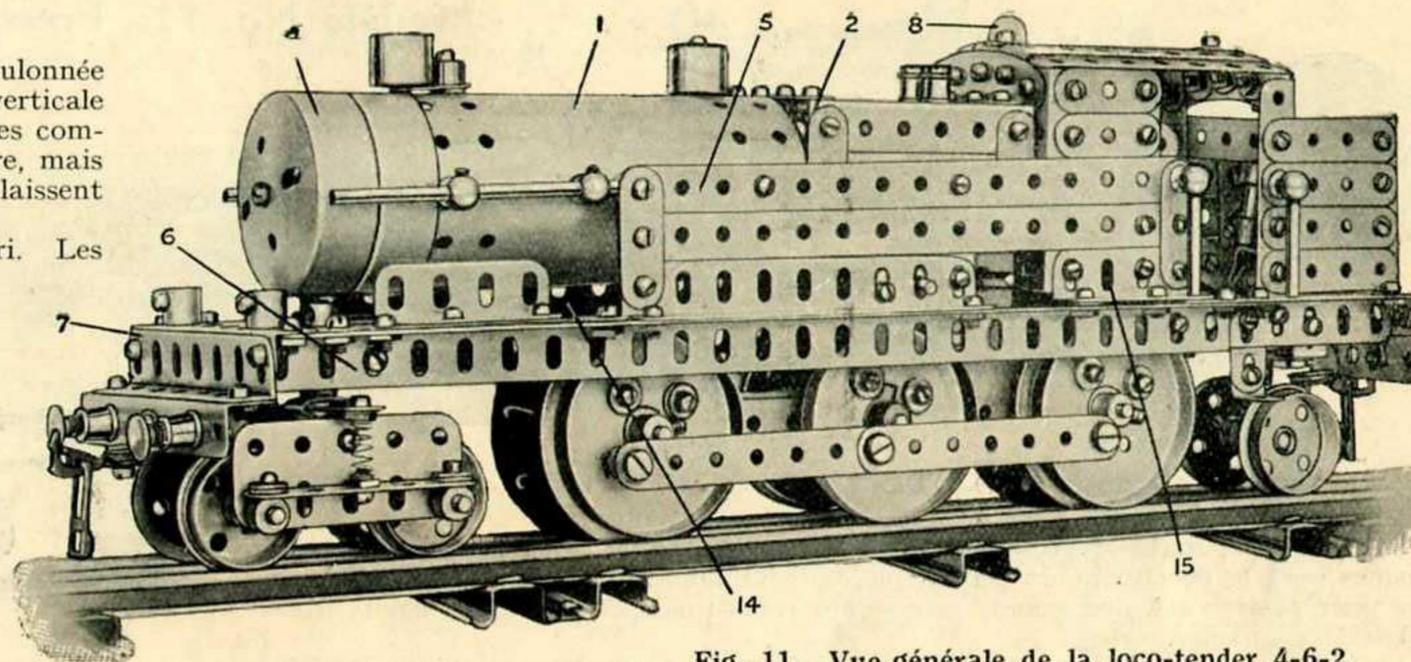
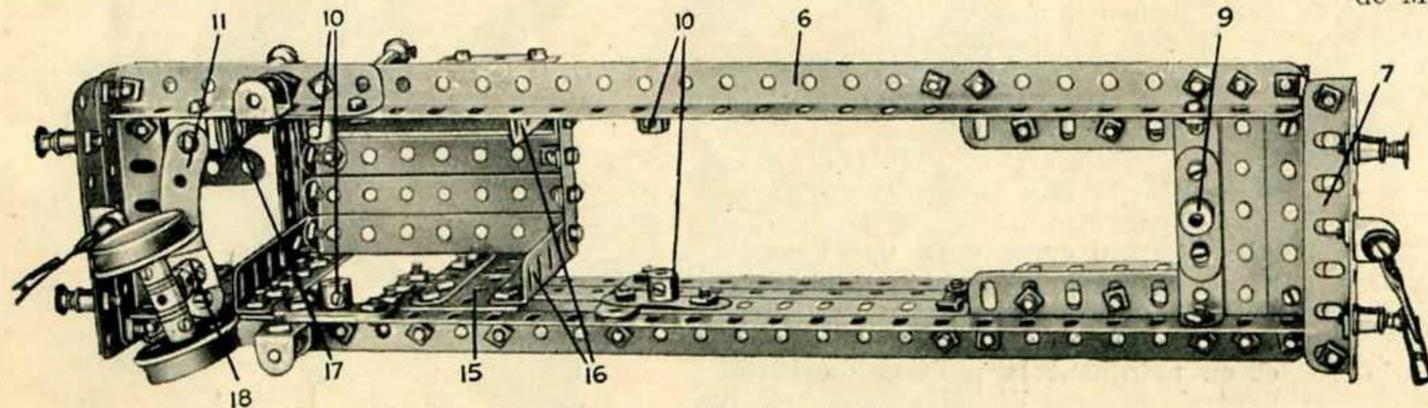

Fig. 11. Vue générale de la loco-tender 4-6-2.
Fig. 11b. Le châssis du modèle (vu de dessous).
La Fig. 11b montre la structure du châssis. Une Cornière de 19 cm. 14 est boulonnée au côté droit du châssis, une Bande de 38 mm. étant fixée dans une position verticale à chacune de ses extrémités. Deux Bandes de 19 cm. boulonnées à ces dernières complètent le réservoir de droite. Celui de gauche (5) est formé d'une façon similaire, mais les Cornières de 19 cm. y sont remplacées par des Cornières de 6 et 11½ cm. qui laissent une ouverture dans laquelle on introduit la clé du Moteur à Ressort.
On voit qu'à l'arrière les parois des réservoirs font partie des parois de l'abri. Les Cornières 16 (Fig. 11b) sont boulonnées aux Cornières 14 et 15, et des Bandes de 6 cm. sont fixées à une distance de deux trous vers l'arrière. Des Bandes de 38 mm. sont placées entre les Cornières et les Bandes.
Le toit se compose de quatre Bandes Courbées de 90 x 12 mm. et de deux Bandes de 9 cm. boulonnées à deux Bandes Incurvées (grand-rayon) de 6 cm., dont l'une est fixée aux sommets des Cornières 16, et l'autre est boulonnée entre deux Cornières de 7½ cm. 17. La Bande de 9 cm. placée au milieu du toit est supportée par des Équerres. Cette Bande est ajustée de façon à laisser une fente par laquelle passe le levier de renversement du Moteur (Fig. 11). Chacune des parois latérales de la soute à charbon est constituée par quatre Bandes de 5 cm. auxquelles sont boulonnées deux Equerres Cornières formant l'arrière de la soute. L'espace entre ces Cornières est occupé par une Bande de 5 cm.
Le dessus du foyer consiste en deux Cornières de 7½ cm. 2 (Fig. 11). Entre les Cornières sont boulonnées deux Bandes de 7½ cm. auxquelles est fixée la soupape de sûreté formée de deux "faux tampons" de Tampons à Ressort Meccano. Chaque côté du foyer consiste en deux Bandes horizontales de 7½ cm. fixées à leurs extrémités à des Bandes verticales de 38 mm. qui à leur tour, sont boulonnées aux côtés des Cornières 2.
par des Roues à Boudin. Le but de ce détail est de permettre à la loco de décrire des courbes plus accentuées. Le Moteur est tenu en place par des Tringles passées dans des Manivelles à deux bras 10 (Fig. 11b) ce qui permet de passer le levier de renversement 8 (Fig. 11) par la fente du toit de l'abri. Une Bande de 38 mm. est boulonnée au levier de frein, et un Accouplement de Tringle pivote à son extrémité. Ce dernier est muni d'une Tringle qui est passée dans une Equerre de 25 x 25 mm. fixée à la soute à charbon et est munie d'un Collier formant le bouton de commande.
Le bogie à deux roues d'arrière consiste en deux Roues à Boudin de 28 mm. montées sur une Tringle de 38 mm. passée dans un Collier. Une Cheville Filetée vissée dans le trou de ce Collier est fixée dans la bosse d'une Pièce à Oeillet 18 (Fig. 11b), un Collier étant placé entre ces deux pièces. La Pièce à Oeillet glisse sur la Bande Incurvée de 6 cm. 11.